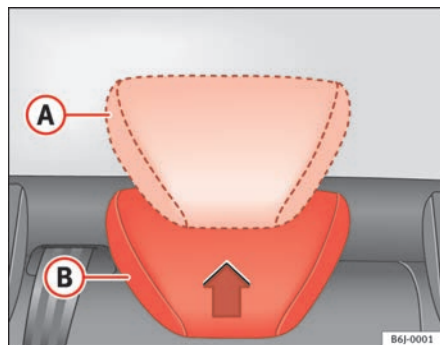

Fig. 5 Ajuste de los apoyacabezas posteriores
- Posición elevada o de uso **(A)** ⇒ fig. 5. En esta posición el apoyacabezas se comporta como un apoyacabezas convencional, protegiendo junto con el cinturón de seguridad al ocupante de las plazas posteriores.
- Posición de reposo **(B)** ⇒ fig. 5. Esta posición facilita la visibilidad posterior al conductor.